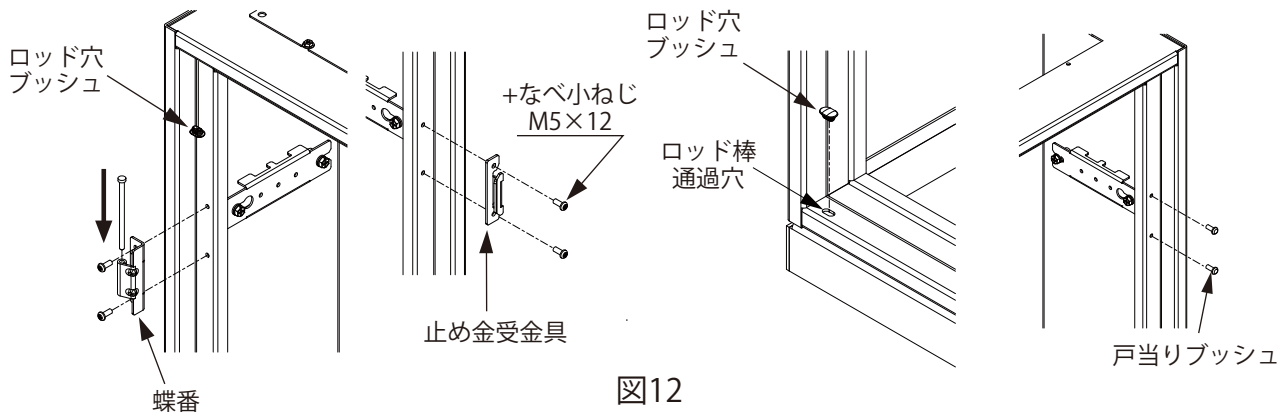

図12
- 2.蝶番、止め金受金具、ロッド穴ブッシュ、戸当りブッシュを左右反対側のフレームに取付けます。(図12)